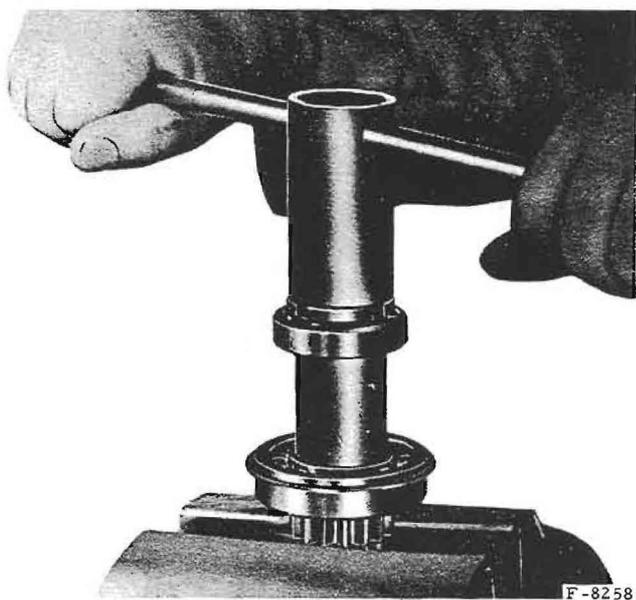

Fig. 30. - Desserrage de l'écrou à créneaux.
- A l'aide d'une clé à tube, dévissez l'écrou de retenue du roulement (fig. 30).